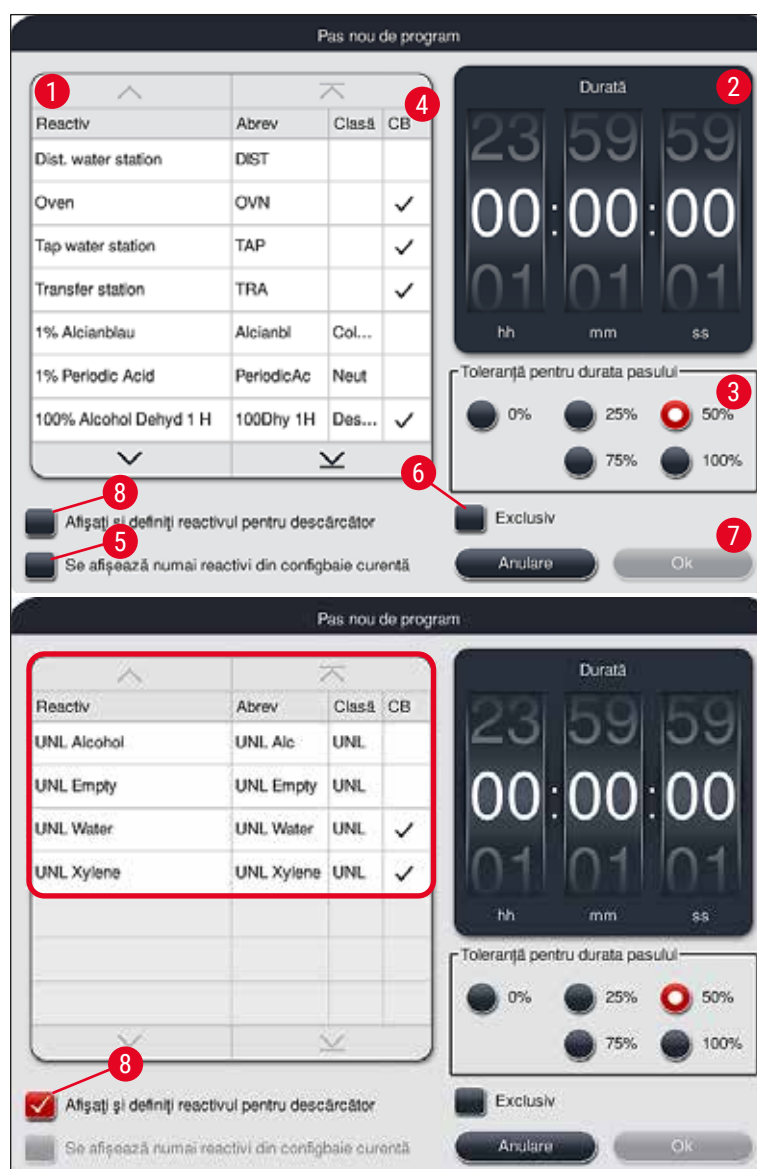

Fig. 47
- Se deschide o fereastră pentru definiția pasului programului (→ "Fig. 47").